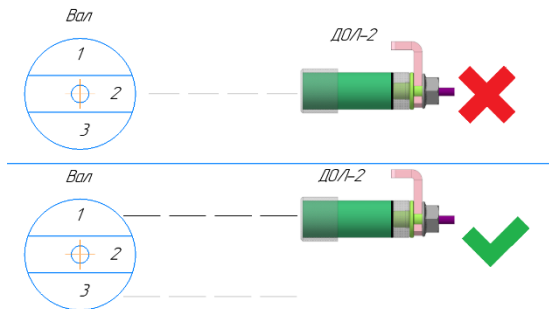

Рис. 6.4
- 6.4. При помощи штатива установить датчик на объекте так, чтобы метка, расположенная на вращающейся части объекта, в процессе вращения проходила перед сенсорным торцом датчика на удалении не более 2000 мм. Запрещается использовать с зеркальными поверхностями. Для минимизации ошибок, при работе с блестящими поверхностями, рекомендуется условно разделить рабочую поверхность вращающегося объекта на 3 части, направлять луч датчика на первую или третью треть (рис. 6.4).